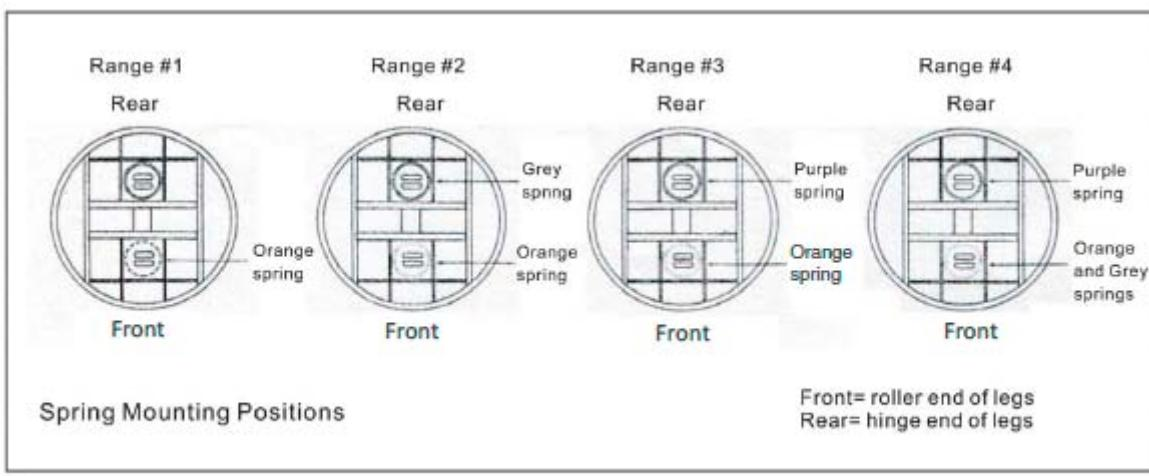

Fig. 7 Fjærenes plassering
3. Fig. 7. Viser de øvrige fjærenes plassering ved ulike behov. Sikre at det er korrekte fjærer som monteres. Se Tabell 1. på side 5 for å kontrollere at rett fjær brukes.